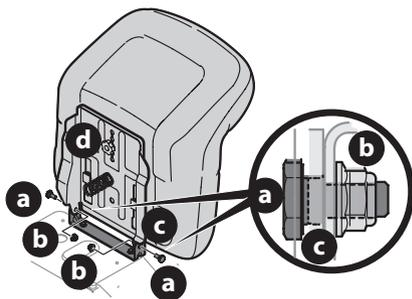

Figura 7
- Ubique el conjunto del asiento sobre el soporte de montaje del asiento, alineando los orificios suministrados (Figura 7).
- Instale los dos pernos con reborde (a) y las tuercas de seguridad (b) que extrajo del soporte de montaje (c) del asiento en el Paso 1 (Figura 7).
- Para ajustar la posición del asiento, afloje la perilla de ajuste (d) que están ubicadas en la parte inferior del asiento. Deslice el asiento hacia adelante o hacia atrás, según lo desee. Vuelva a ajustar la perilla de ajuste (d) (Figura 7).